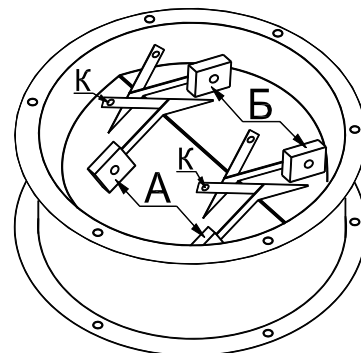

Рисунок 13. Клапан обратный универсальный
1. Установить опоры и закрепить их к ребрам корпуса (рис. 13, поз. К):